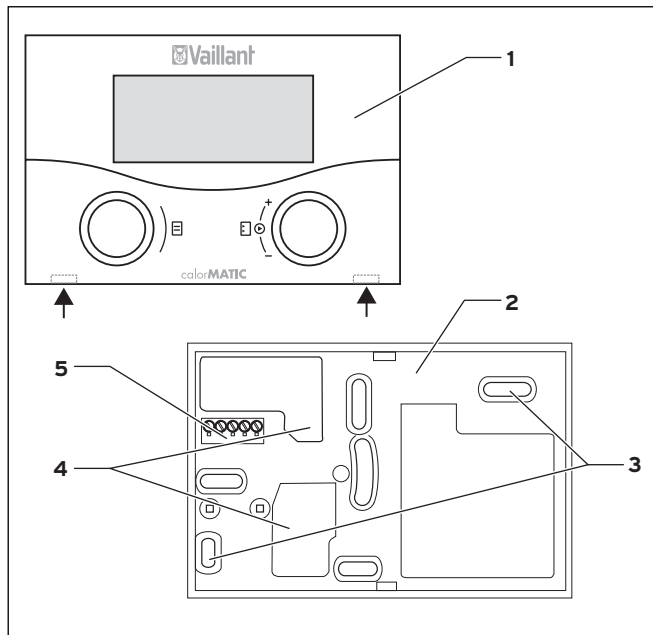

Abb. 4.1 Montage des colorMATIC 430
- ⇒ Drücken Sie den Regler (ohne den Wandsockel, siehe Abb. 4.1) vorsichtig mit seiner Stiftleiste in den vorgesehenen Steckanschluss des Heizgerätes.
- ⇒ Ziehen Sie den Regler (1) vom Wandsockel (2) ab. Führen Sie dazu einen Schraubendreher in die beiden Rastlaschen ein (siehe Abb. 4.1 Pfeile).
- ⇒ Bohren Sie zwei Löcher mit Durchmesser 6 mm entsprechend den Befestigungsöffnungen (3).
- ⇒ Führen Sie das eBUS-Kabel durch eine der Kabeldurchführungen (4).
- ⇒ Drücken Sie den Regler vorsichtig auf den Wandsockel bis er einrastet. Die Stiftleiste auf der Rückseite des Reglers muss dabei in den vorgesehenen Steckanschluss (5) des Wandsockels passen.